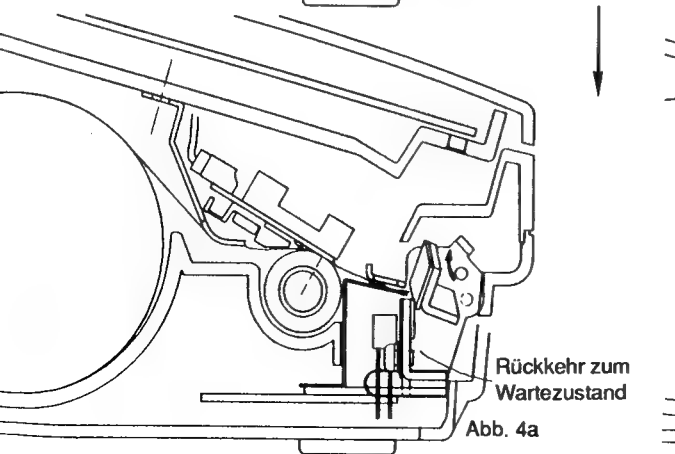

Abb. 4a
- (4) Das Abscheider-Antriebszahnrad dreht sich noch weiter, wobei die Abscheiderklinge zur Wartestellung zurückbewegt wird. (Abb. 4a, 4b)